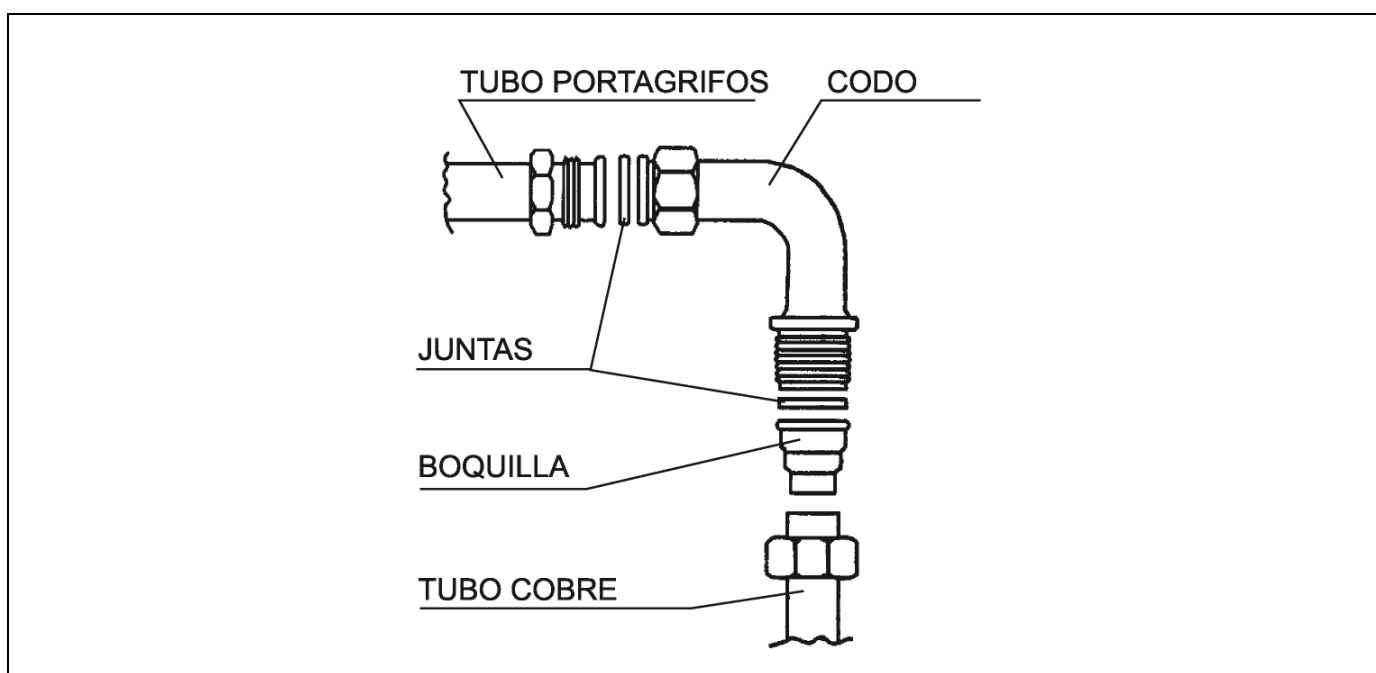

Fig.8
- Para efectuar la conexión se utilizará un terminal para gas líquido con junta (ver fig.8).